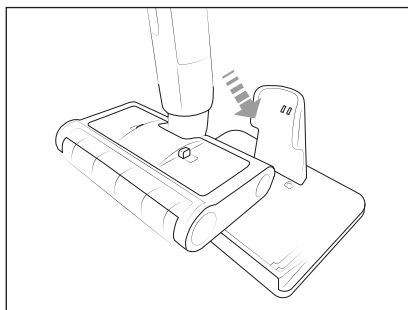

Fig. 4
- ◆ Placez l'appareil dans le socle de recharge ❹ (voir fig. 4). Veillez à ce que l'appareil soit bien droit dans le socle de recharge ❹ afin que les contacts de recharge ❸ du socle de recharge ❹ soient en contact avec les contacts de recharge ❷ de l'appareil. L'indicateur de batterie ❸ clignote/s'allume et la recharge démarre.